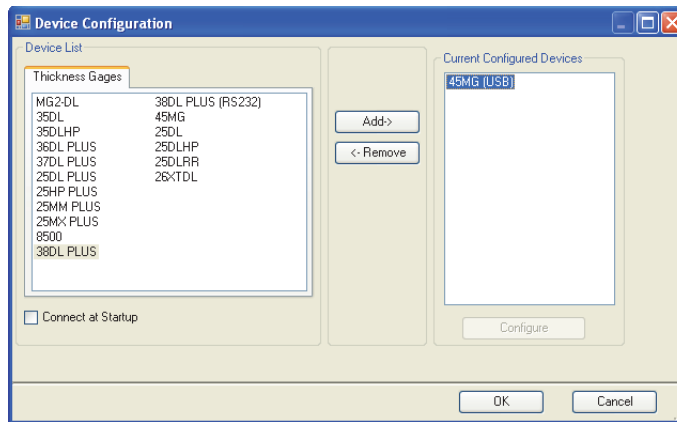

Рис. 11-4 Окно Device Configuration (Конфигурация устройства)
- b) В окне **Device Configuration** (см. Рис. 11-4 на стр. 212):
- (1) В списке **Device List** (Список устройств) выберите 45MG и щелкните **Add** (Добавить).